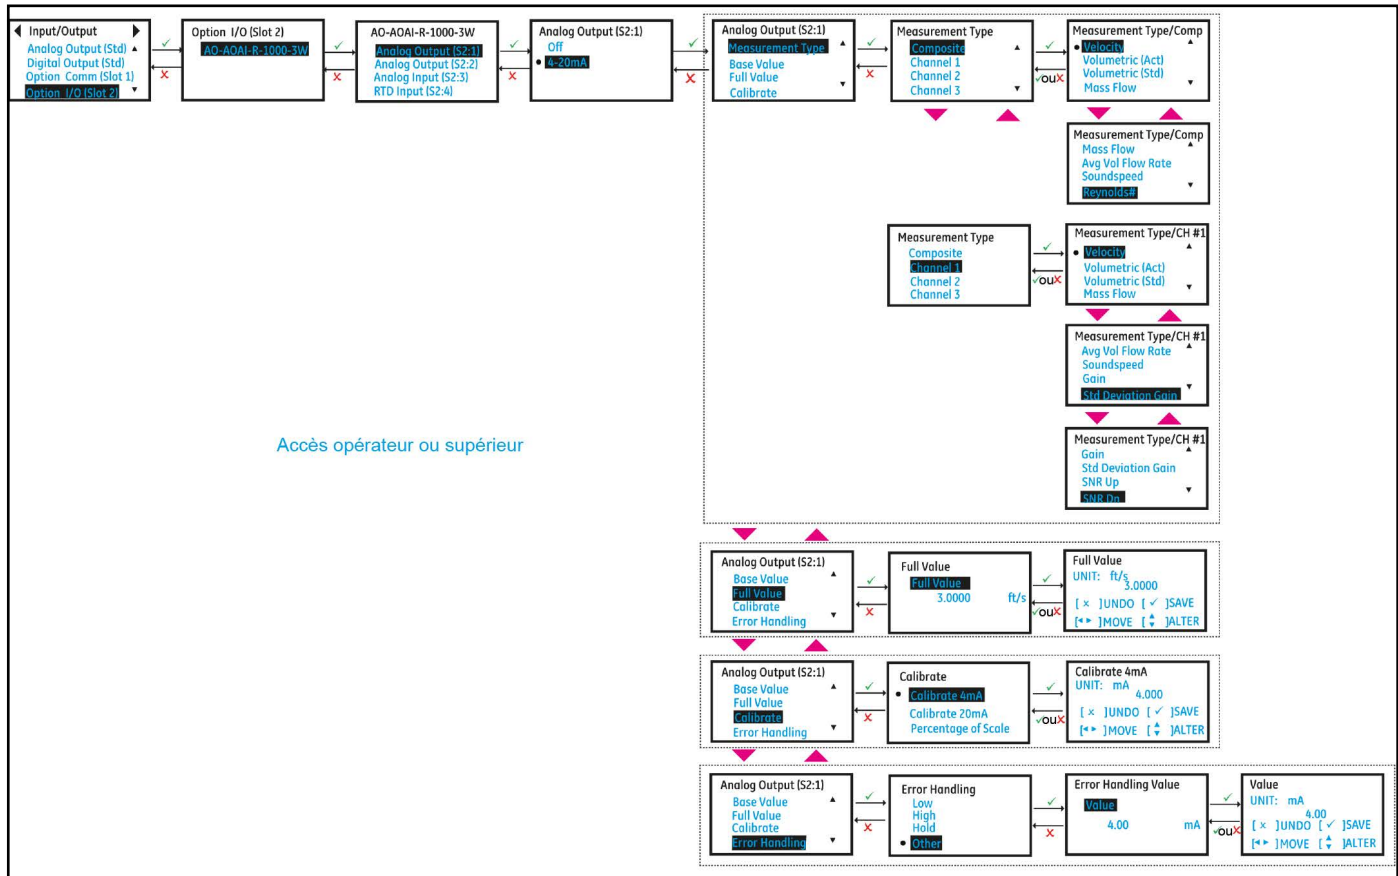

Figure 37 : Configuration de la sortie analogique E / S optionnelle
4. Si vous connectez une sortie analogique, choisissez l'option 4-20 mA. *Figure 37* Vous trouverez ci-dessous les options disponibles.